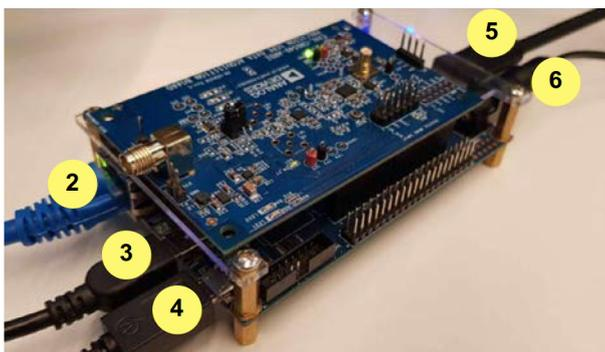

図 9. パリフェラルを取り付けた DE10-Nano に接続した CN-0540
1. アナログ・デバイセス Kuiper Linux のウェブ・ページにある最新のソフトウェア・イメージを使用して、microSD カードを作成します（このステップは図 9 には示されていません）。